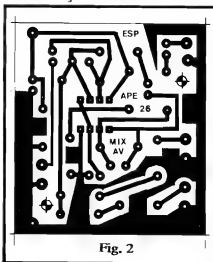

Fig. 2
- **FIG. 2 - Lay out**, em tamanho natural, do padrão cobreado do Circuito Impresso específico para a montagem do MIX-AV. Montagem de circuitos que lidam com sinais de áudio, para amplificação, pré-amplificação ou processamento, devem basear-se em Impressos cuidadosamente desenhados no sentido de evitar captações, interferências, percursos desnecessariamente longos, etc. Recomendamos, assim, que o padrão seja seguido fielmente, para que sejam prevenidos tais problemas. O desenho não é complicado, e o Leitor/Hobbysta que possua o ferramental e material necessário, não encontrará dificuldades na sua confecção. Aos novatos, lembramos que o Encarte INSTRUÇÕES GERAIS PARA